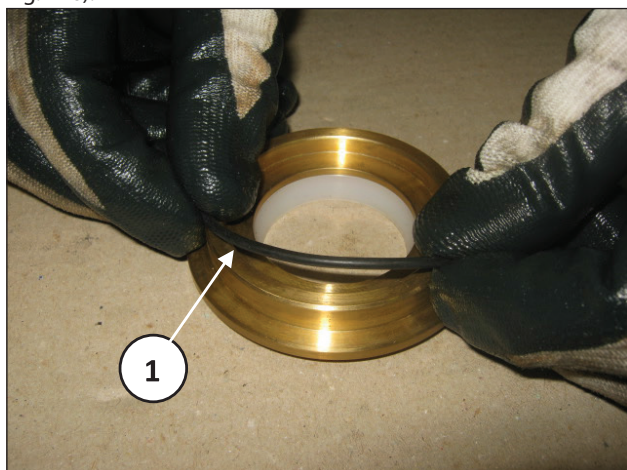

Fig. 126
Posicione o anel circular no suporte do raspador (pos. ①, Fig. 126).